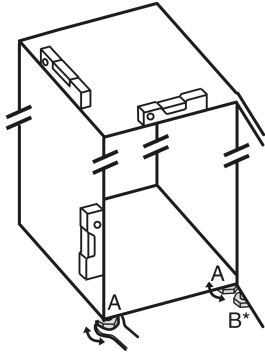

Fig. 5
- ▶ Stellfuß Fig. 5 (A) mit beiliegendem Gabelschlüssel und mit Hilfe einer Wasserwaage herausdrehen, bis das Gerät fest und ebenstehend ausgerichtet ist.
- ▶ Stellfuß Fig. 5 (B) am Lagerbock mit beiliegendem Gabelschlüssel herausdrehen, bis er auf dem Boden aufliegt.
- ▶ Stellfuß Fig. 5 (B) um 90° weiter drehen.